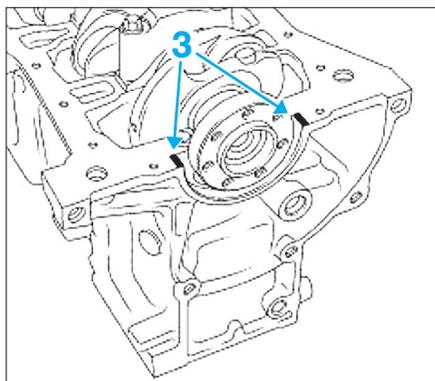

Fig. 65
- Appliquer deux cordons (3) (exemple : MASTIXO) d'une largeur de 1 mm sur le palier n° 1 côté volant moteur (Fig.65).